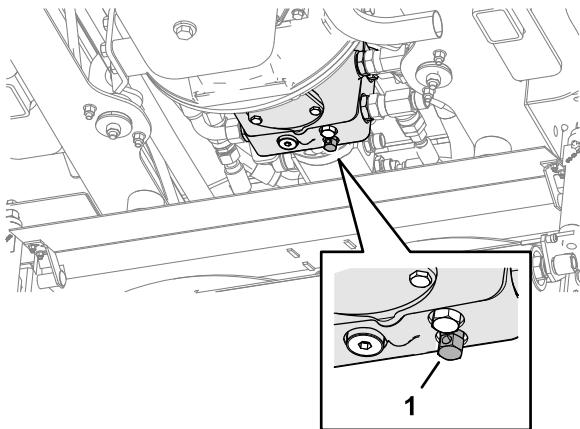

Figura 43
1. Disattivate il sistema frenante idraulico di servizio ruotando la valvola di bypass posta sotto la pompa della trasmissione in senso antiorario e per un massimo di 3 giri (Figura 43).